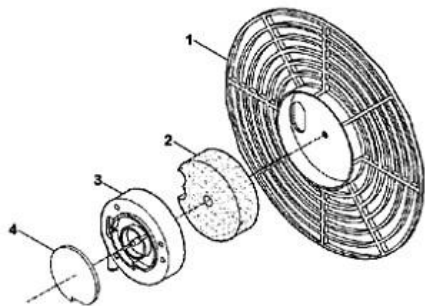

Рис. 8
Всасывающие фильтры и подачи воздуха Каждые 500 часов: проверять фильтры. Демонтировать заднюю решётку (1), помыть всасывающий фильтр (2), используя слегка моющее средство и осторожно высушить до того как монтировать её. Устранить крышку (3) и заменить фильтр подачи (4) (Рис. 8).